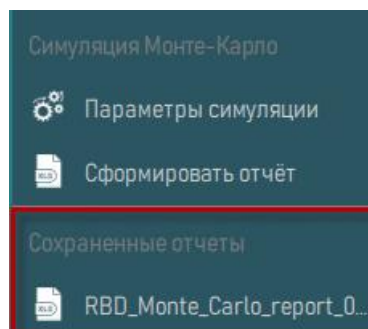

Рисунок 341 – Секция «Сохраненные отчеты»
3) Сформируется отчет и будет открыт в MS Excel. Отчет сохранен в БД. Файл с отчетом в формате «*.xlsx» отображается в секции «Сохраненные отчеты» на панели слева (рисунок 341).